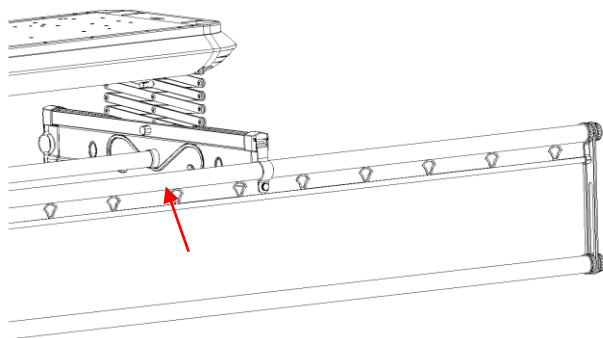

图 6
11. 安装中间杆：将中间杆封口装到衣杆支撑板上，把中间杆插进机器两个剪刀架组件的中间杆封口之间。（如图 6）